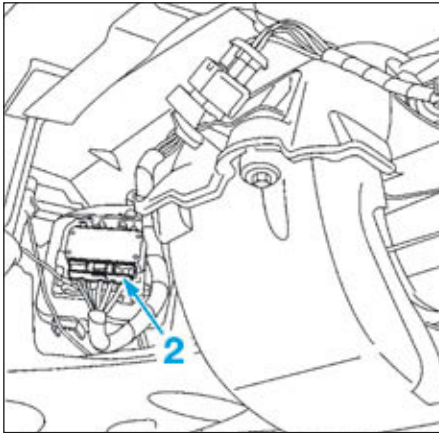

FIG.33
- Débrancher le connecteur (2) du boîtier de commande de groupe motoventilateur (Fig.33).